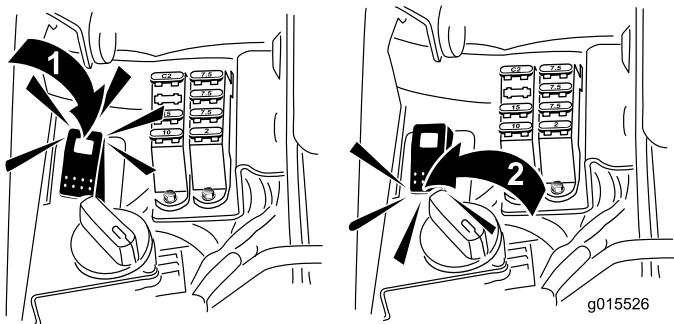

図 53
5. バックラップスイッチを逆転 (R) 位置にセットする (図 53)。